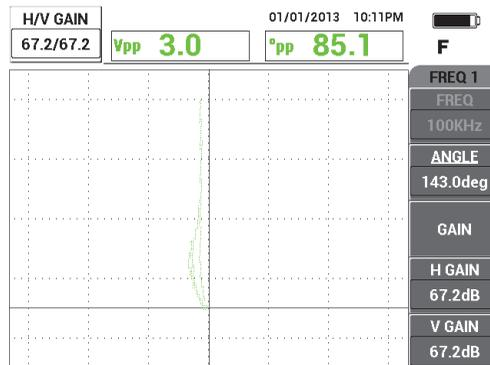

Figura 5-35 Regolazione del guadagno verticale
5. Premere una volta il tasto **GAIN (dB)** e regolare **GUAD.O/V** fino a quando il segnale dell'intaglio raggiunge circa il 90% dell'altezza dello schermo (vedere Figura 5-35 a pagina 160).